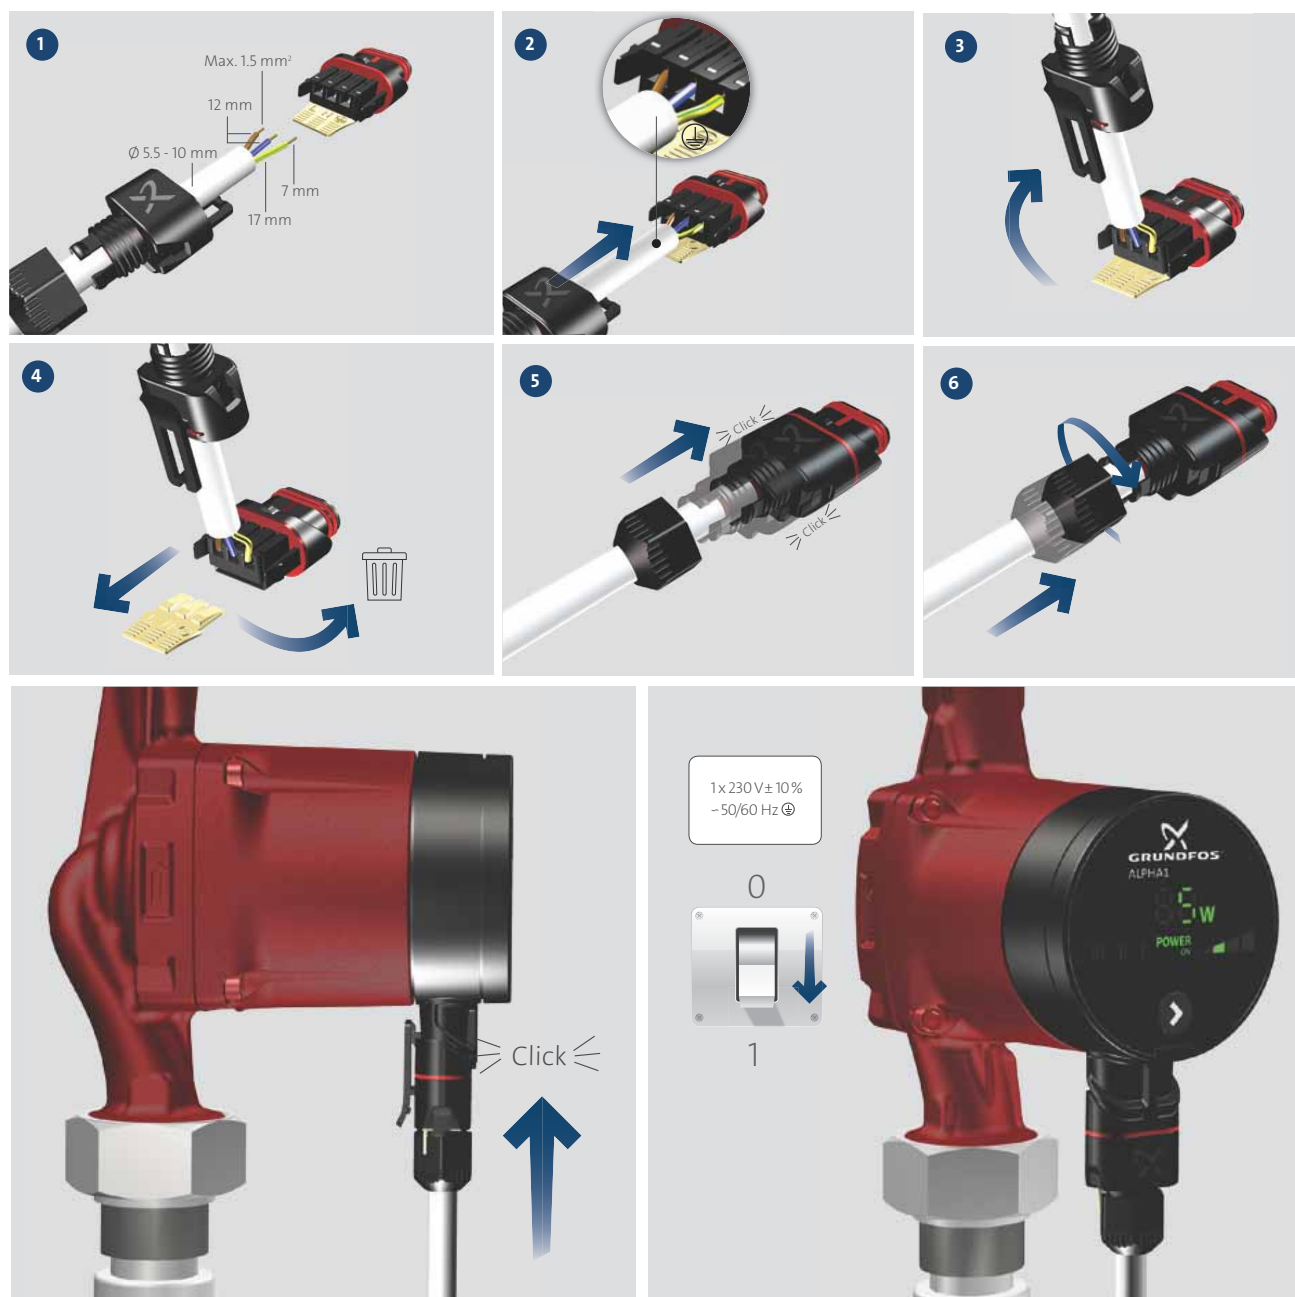

Fig. 7 Branchement électrique
- Brancher le circulateur à l'aide de la prise fournie comme illustré à la fig. 7.